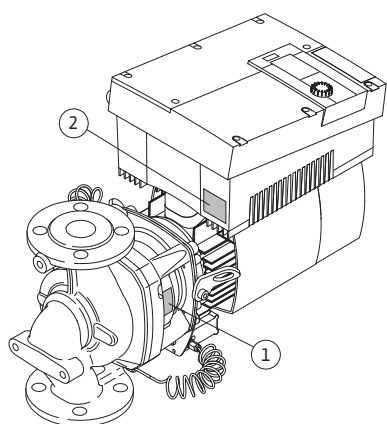

Fig. 11: Disposición de las placas de características:
- La placa de características de la bomba (Fig. 11, pos. 1) posee el número de serie (nº serie .../...) necesario, p. ej., para el pedido de repuestos.
- La placa de características del módulo electrónico (módulo electrónico = inversor o convertidor de frecuencia) (Fig. 11, pos. 2) indica la denominación del módulo electrónico utilizado.